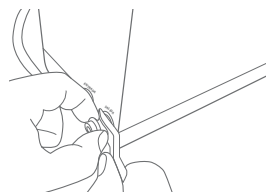

Figura 11.
a. Para tu comodidad, coloca la Llave de ajuste entre el tapón y el collar del conector rápido, presionando el mismo y tomando el tapón con tus dedos. (Ver Figura 11).